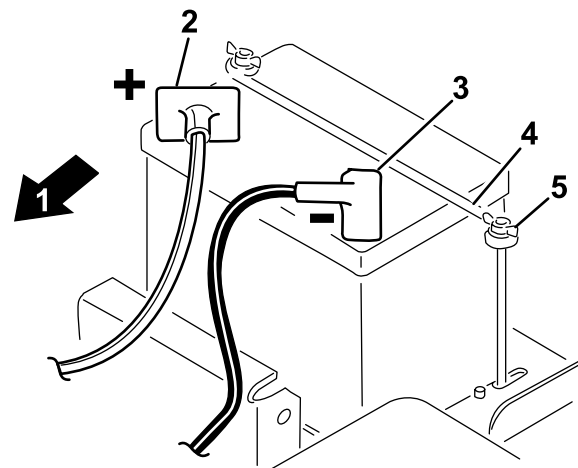

Bild 3
1. Setzen Sie die Batterie hinter den Sitz ein. Die Batteriepole sollten zur Vorderseite der Maschine zeigen (Bild 3).
2. Schließen Sie das Pluskabel der Batterie (rot) vom Startermagnet an den positiven Pol (+) der Batterie an (Bild 3). Befestigen Sie sie mit einer Schlossschraube und einer Mutter.
5. Montieren Sie die Batterieklemme und die Scheiben und ziehen Sie sie mit den Flügelmuttern an (Bild 3).